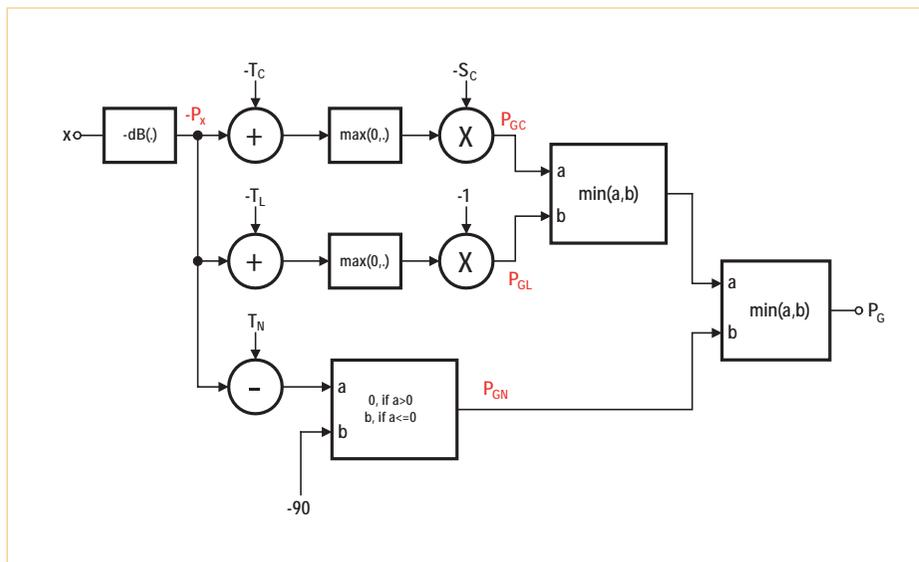

Bild 3. Digitale Signalverarbeitung im Pegelprozessor für Kompressor, Limiter und Noise-Gate.
**Bild 3** zeigt den Pegelprozessor für Kompressor, Noise Gate und Limiter. Errechnet